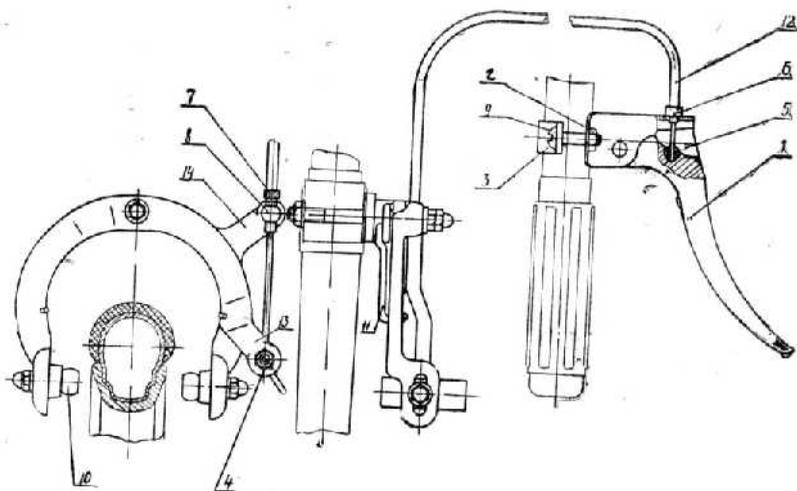

Рис. 7. Тормоз переднего колеса.
Рис. 7а. Тормоз переднего колеса.
Велосипеды моделей 112-512 и 111-521 укомплектованы клещевым тормозом с прижимом на обод колеса (рис. 7).
**Вариант переднего тормоза (рис. 7а).**
**Примечание.** При выпуске с завода велосипедов с передним тормозом (см. рис. 7а) часть его деталей упаковывается в ящик со съёмными деталями. К числу таких деталей относятся: рукоятка в сборе с корпусом 2 и хомутиком 3, а также наконечник 4, укладываемый в велосумку.